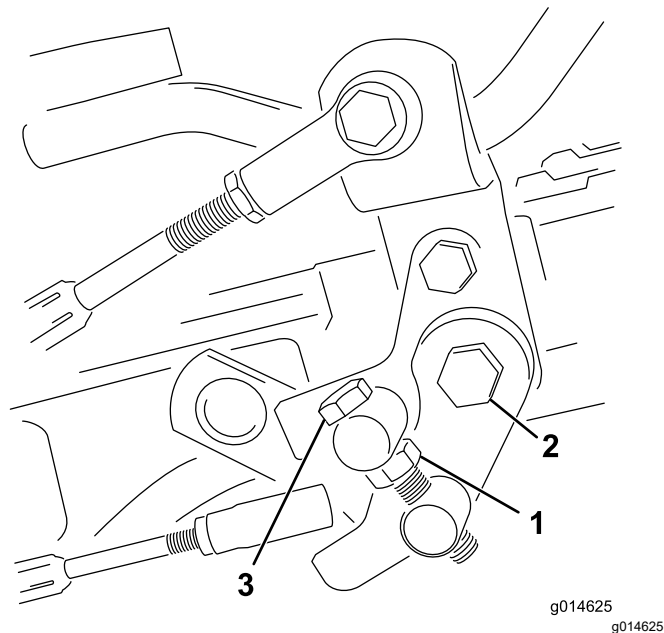

图 45
1. 松开枢轴螺栓上的锁紧螺母 图 45。
4. 上紧枢轴螺栓上的锁紧螺母和踏板枢轴上的螺母锁定调整 图 45。检查调整情况并按需要调整。